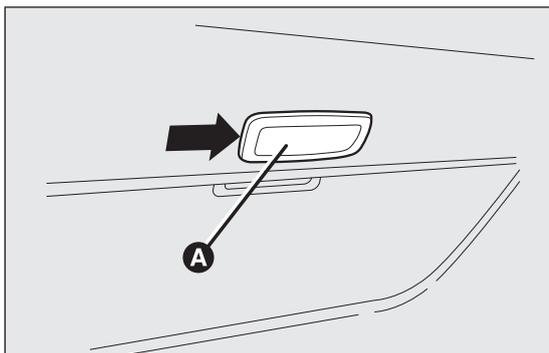

fig. 178
- actuar en el punto indicado por la flecha y retirar el plafón A fig. 178;